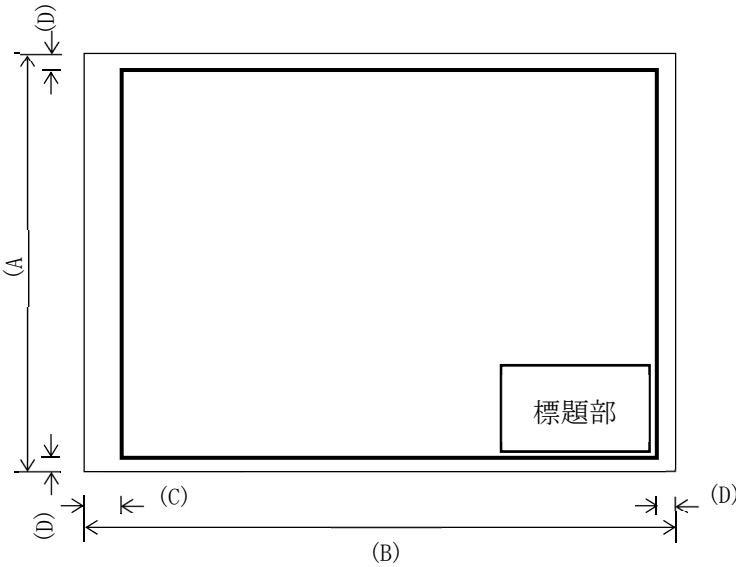

図2-1 設計図面の規格
- (1) 設計書に添付する図面（紙・電子データ）の大きさは、A3判（297 mm×420 mm）を標準とする。
- (2) 設計図面が複数になる場合は、同一サイズに統一する。
- (3) 図郭線及び設計図面の規格は、図2-1及び表2-1に示す通りとする。